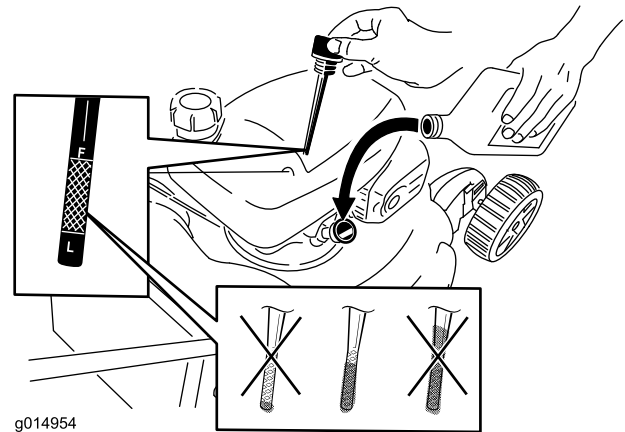

Bild 26
8. Füllen Sie das Öl **langsam** in den Einfüllstutzen ein, um den Ölstand auf die Marke **Voll** am Peilstab anzuheben. **Bild 26 Füllen Sie nicht zu viel ein.** (Max. Füllstand: 0,55 l, **Sorte: Waschaktives SAE 30-KFZ-ÖL** mit der Klassifizierung SL, SM oder höher durch das American Petroleum Institute (API.) SAE 10W30 kann statt SAE 30 verwendet werden.